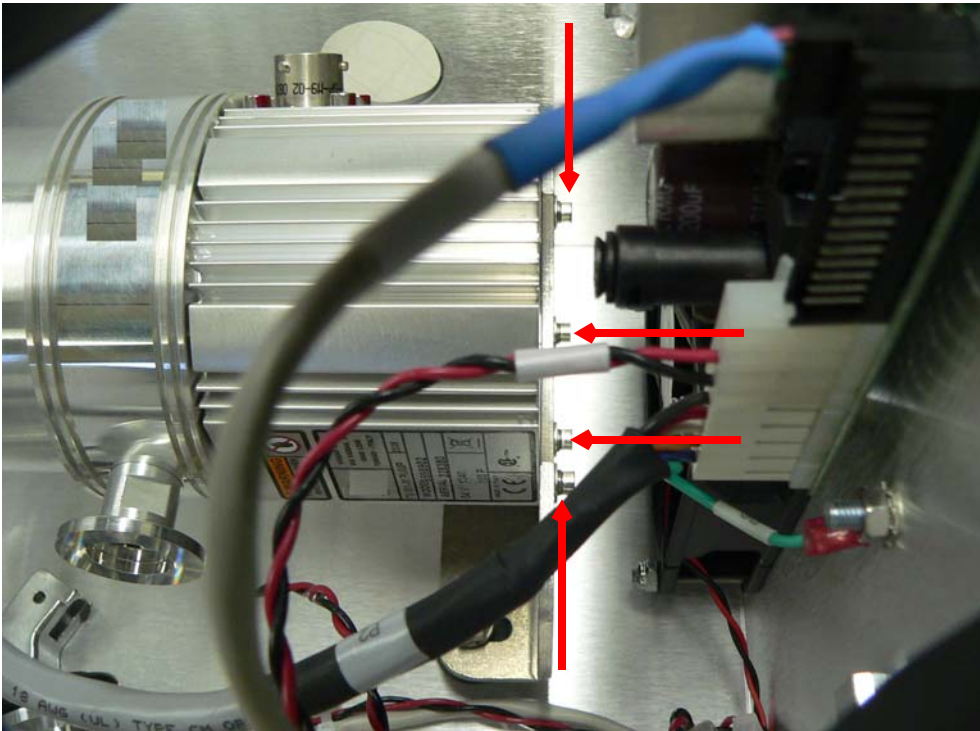

图 B-8 泵至安装总成
9. 使用 M2.5 扳手卸下四 (4) 颗将泵固定于安装总成的螺母（图 B-8）。
11. 使用 M2.5 扳手重新装上四 (4) 颗将泵固定于安装总成的螺母（第 B-6 “页图 B-8”）。